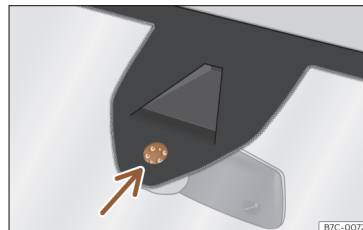

Fig. 93 Superficie sensible del sensor de lluvia.
Las posibles causas de anomalías e interpretaciones erróneas en la zona de la superficie sensible»» fig. 93 del sensor de lluvia son, entre otras:
- Limpie regularmente la superficie sensible del sensor de lluvia»» fig. 93 (flecha) y compruebe posibles daños en las escobillas.